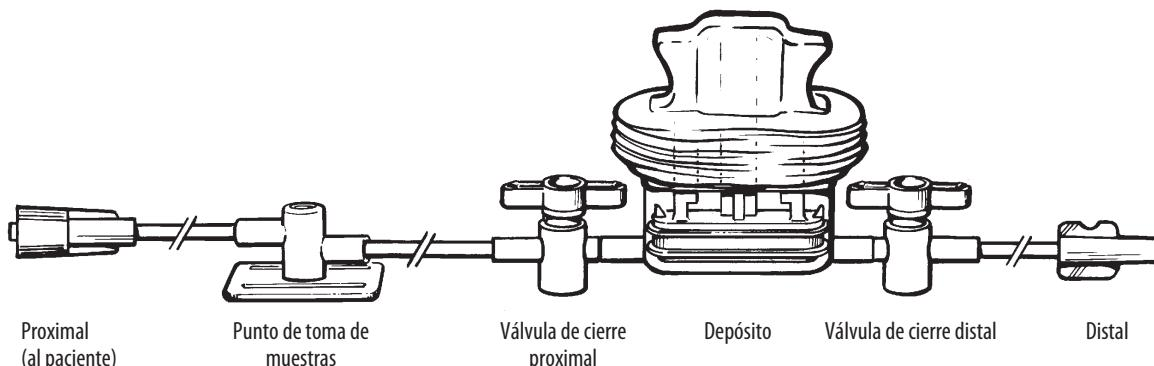

Figura 1
5. Conecte firmemente el extremo proximal del equipo con el conector Luer-Lock macho al catéter llenado previamente (Figura 1).